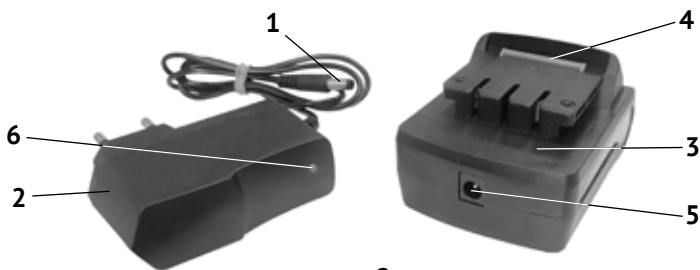

рис. 2
- вставить штекер (рис.2 поз.1) зарядного устройства (рис.2 поз.2) в разъём (рис.2 поз.5) АБ (рис.2 поз.3);
- высветится красным цветом индикатор (рис.2 поз.6) – начат процесс зарядки батареи;